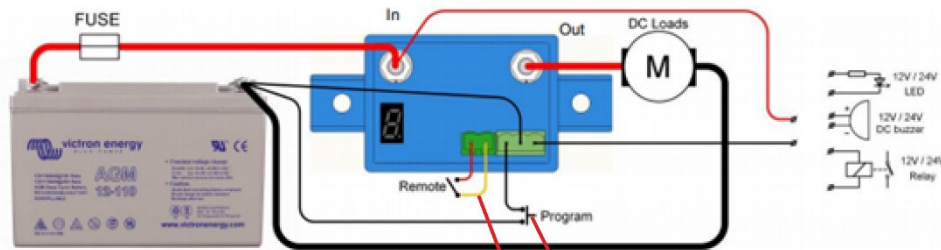

Figure 1: Connection diagram of the BP-65
1. Der BatteryProtect (BP) ist in einem gut belüfteten Bereich und vorzugsweise in Nähe der Batterie (Abstand maximal 50 cm) anzubringen (aufgrund möglicher Schadgase jedoch nicht über der Batterie!). **Ein Spannungsabfall durch ein zu langes oder unterdimensioniertes Kabel zwischen dem Pluspol der Batterie und dem BP kann zu einem Kurzschlussalarm führen, wenn die Last eingeschaltet wird, oder auch zu einem unerwarteten Abschalten führen.**
6. Es lässt sich ein ferngesteuerter Ein-/Aus-Schalter an den zweipoligen Stecker (siehe Abbildung 1) oder zwischen Pol 2-1 des zweipoligen Steckers und den Pluspol der Batterie anschließen.
7. Ein akustisches Signal, eine LED oder ein Relais lässt sich zwischen den Alarm-Ausgang und den Pluspol der Batterie anschließen (siehe Abbildung 1). Maximale Last am Alarmausgang: 50 mA (kurzschlussfest)